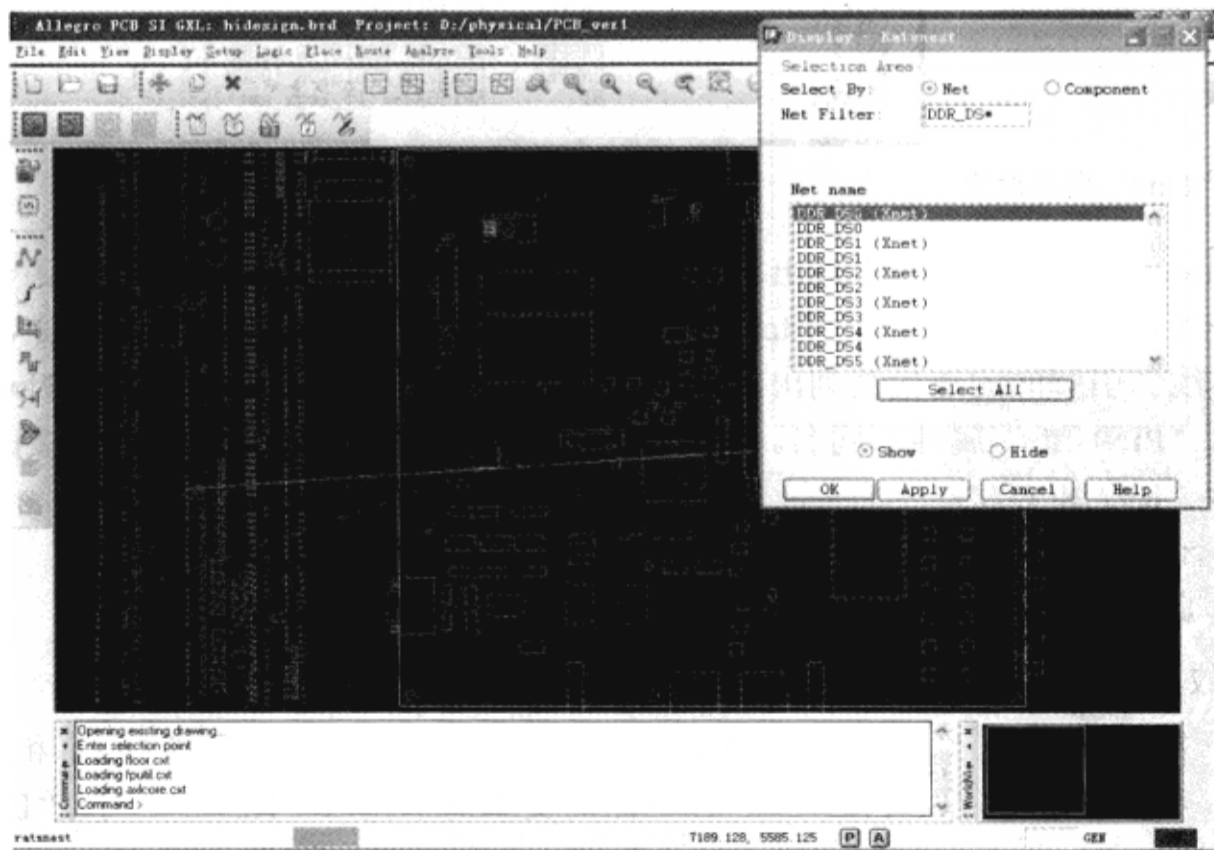

图2-7-6 显示DDR\_DS0网络的飞线
(5) 选中“Display-Ratsnest”窗口底部的“Show”→在列表框中选择“DDR\_DS0”和“DDR\_DS0 (Xnet)”，仅显示DDR\_DS0网络的飞线，如图2-7-6所示。